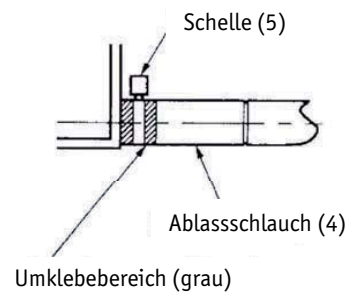

Abb. 2
- Verwenden Sie beiliegenden Ablassschlauch (4) und Zwinge (5). Legen Sie das Ablaufrohr vollständig in den Abflusstutzen ein. Schrauben Sie die Zwinge innerhalb des Bereichs des grauen Klebebands an, bis der Schraubkopf weniger als 4 mm vom Schlauch ist (s. Abb. 2, 3).